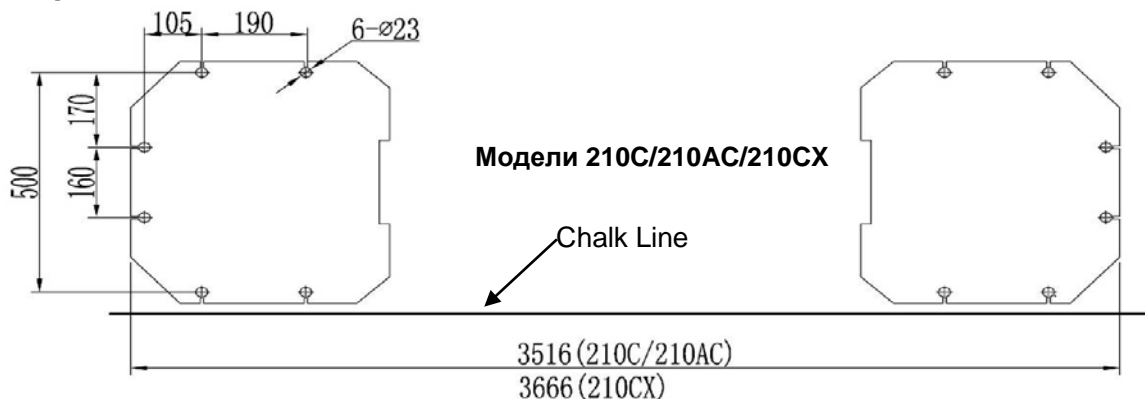

Рис. 9
- А. Желательно начертить мелом примерное расположение опорных плит (См. рис. 9).